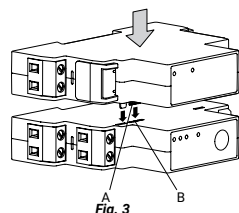

Fig. 3
Conecte el complemento Shelly Pro 3EM Switch Add-on al dispositivo Shelly Pro 3EM como se muestra en la Fig. 3.
**¡ATENCIÓN!** Tenga mucho cuidado de no doblar los pines del cabezal del dispositivo fig. 3(A) cuando los inserte en el conector del cabezal fig. 3(B) del dispositivo Shelly Pro 3EM.
Conecte o Shelly Pro 3EM Switch Add-on ao dispositivo Shelly Pro 3EM tal como ilustrado na Fig. 3.
**¡ATENCIÓN!** Tenha cuidado para não dobrar os pinos fig. 3(A) na tomada de ligação do Dispositivo quando os inserir no conector fig. 3(B) do dispositivo Shelly Pro 3EM.